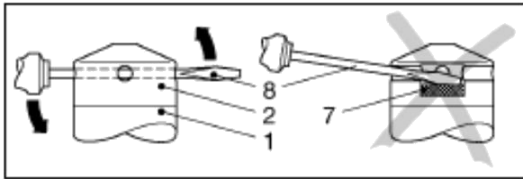

Рисунок 1.
2.4.3. Датчики давления имеют предохранительную заглушку, препятствующую механическому повреждению мембраны. В случае необходимости, например, при измерении давления вязких сред, очистке и осмотре датчика, заглушка может быть удалена (см. рисунок 1).